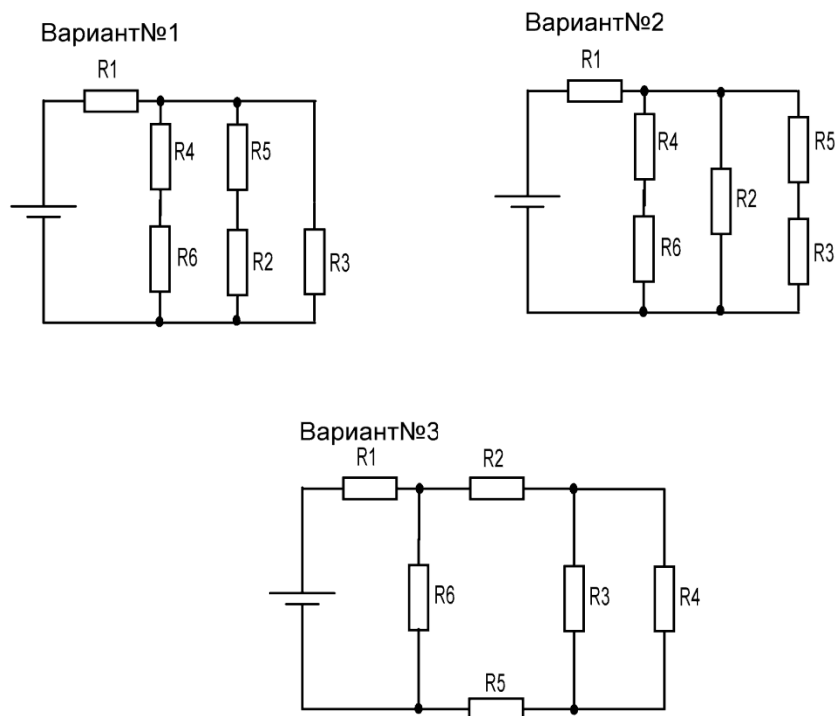

Рисунок 1
1. Собрать на трёх стендах схемы по вариантам (Рисунок 1). Номер варианта соответствует номеру стенда.